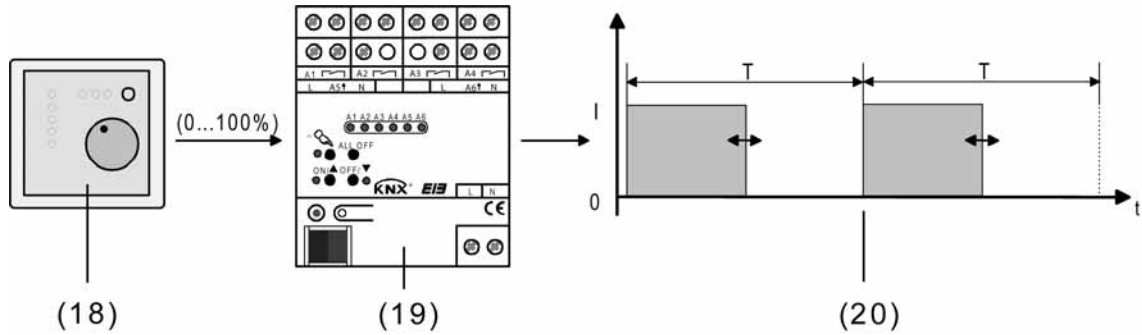

Bild 57: Stellgrößenprinzip bei stetiger Stellgröße
(15) Raumtemperaturregler (RTR) (Stellgröße "1 Bit")
(16) Raumaktor
(17) Schaltendes Ausgangssignal für Ventilantriebe
Das über das 1 Byte Objekt "Stellgröße" empfangene Werttelegramm wird im Normalbetrieb durch den Aktor in ein äquivalentes pulsweitenmoduliertes Schaltsignal an den Ventilausgängen umgesetzt (siehe Bild 57). Der aus dieser Modulation resultierende Mittelwert des Ausgangssignals ist unter Berücksichtigung der im Aktor einstellbaren Zykluszeit (T) ein Maß für die gemittelte Ventilstellung des Stellventils und somit eine Referenz für die eingestellte Raumtemperatur (siehe "Pulsweitenmodulation bei stetigen Stellgrößen und stetigen Soll-Ventilpositionen").